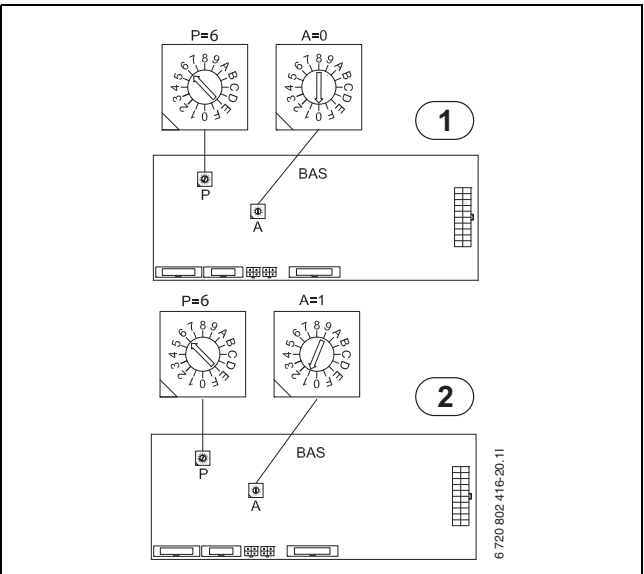

Fig. 31 Adressage des pompes à chaleur 1 et 2
6. Changer l'adresse de BAS (pompe à chaleur 2) de A=0 à A=1 (→ figure 31). Mettre l'interrupteur de terminaison en position "Term" sur la carte PEL (pompe à chaleur 2).